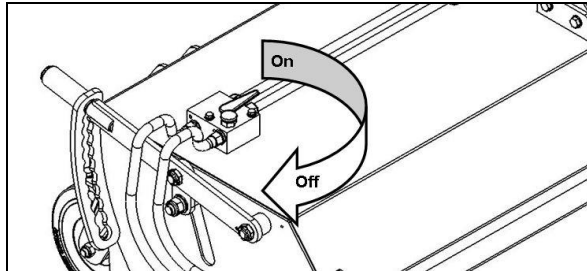
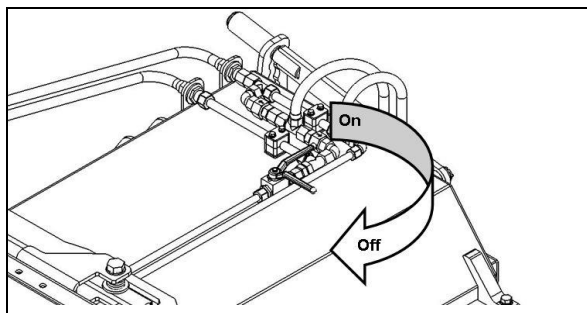

Fig. 4.31
Fig. 4.32
- Die Absperrhähne zu dem Hydraulikmotor des Seitenkehrbesens (Fig. 4.31) und zum Hydraulikzylinder der Sammelbehälter-Entleerung (Fig. 4.32) schließen.
- Stützräder (1) müssen nach hinten weisen.